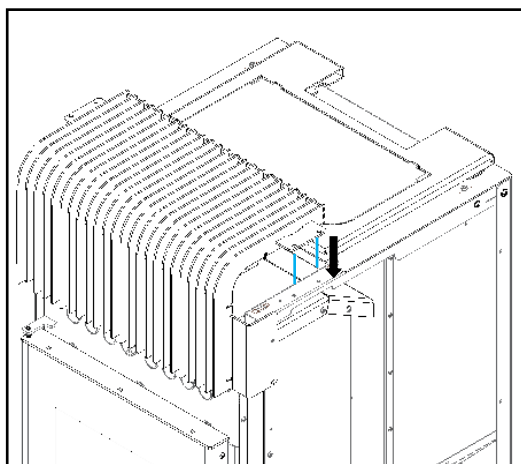

Figura 102 – Encaixe da grelha frontal
b) Encaixar a grelha frontal, fazendo coincidir os furos da grelha com os furos do equipamento (Figura 102).